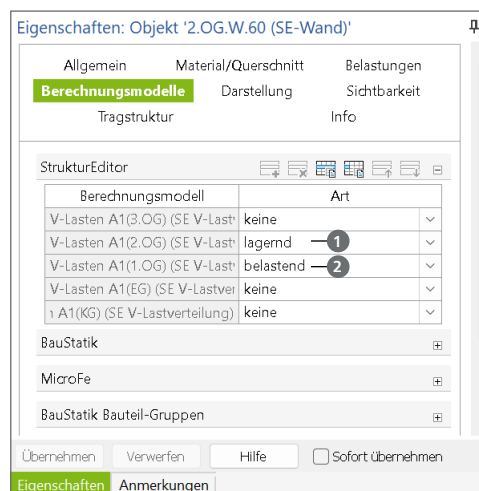

Bild 3. Unterschiedliche Arten der Verwendung bei SE-Wänden
Damit diese Lastweiterleitung möglich ist, werden Wände und Stützen in unterschiedlichen Berechnungsmodellen mit verschiedenen Rollen verwendet. Bild 3 zeigt beispielhaft eine SE-Wand, die für die Decke über dem 2. OG als „lagernd“ ① und für die Decke über dem 1. OG als „belastend“ ② definiert ist.